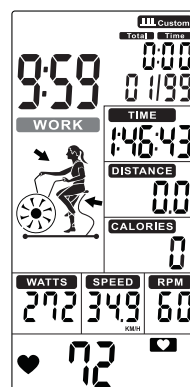

FIGURA 36
- O tempo é reduzido a partir do tempo total predefinido e WORK pisca uma vez por segundo. Em seguida, TEMPO (DISPLAY 3), DISTÂNCIA (DISPLAY 4), CALORIAS (DISPLAY 5), WATTS (DISPLAY 6), VELOCIDADE (DISPLAY 2) E RPM (DISPLAY 1) começam a contar, a contagem exibe '01 / XX' (Figura 36).